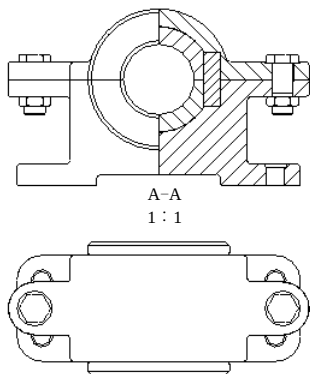

图 3.12.48 创建俯视图
Stage5. 创建图 3.12.48 所示的俯视图、轴测图及放大视图
Step3. 双击俯视图，在弹出的“绘图视图”对话框中设置视图的显示模式为 消隐，切边显示模式为 无，设置完成后的俯视图如图 3.12.48 所示。